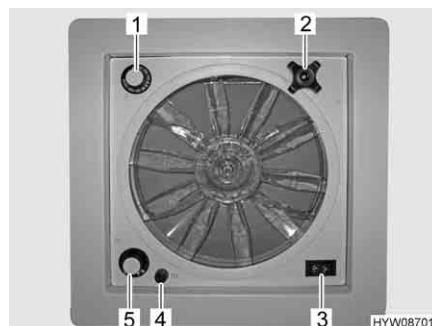

Fig. 49 Oblò con ventilatore
- ▶ Un fusibile da 4 A (Fig. 49,4) protegge da sovraccarico il motore del ventilatore. Se si verifica un sovraccarico: Individuare per prima cosa la causa (ad es. il ventilatore è sporco), poi sostituire il fusibile.
- Ruotare la maniglia girevole (Fig. 49,2), finché non si raggiunge l'angolo di apertura desiderato.
- Portare l'interruttore a levetta (Fig. 49,3) su "Aerazione" (flusso d'aria dall'esterno verso l'interno) o "Sfiato" (flusso d'aria dall'interno verso l'esterno).
- Portare l'interruttore a levetta (Fig. 49,3) sulla posizione centrale.
- Posizionare l'interruttore girevole (Fig. 49,5) sul grado desiderato:
- Ruotare il termostato (Fig. 49,1) fino alla battuta in direzione "blu".